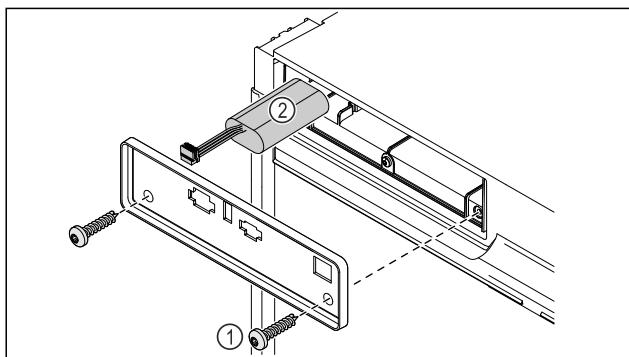

Fig. 228
- Vyskrutkujte skrutky a odstráňte kryt na zadnej strane zariadenia Fig. 228 (1).
- Odpojte a vyberte batériu Fig. 228 (2).